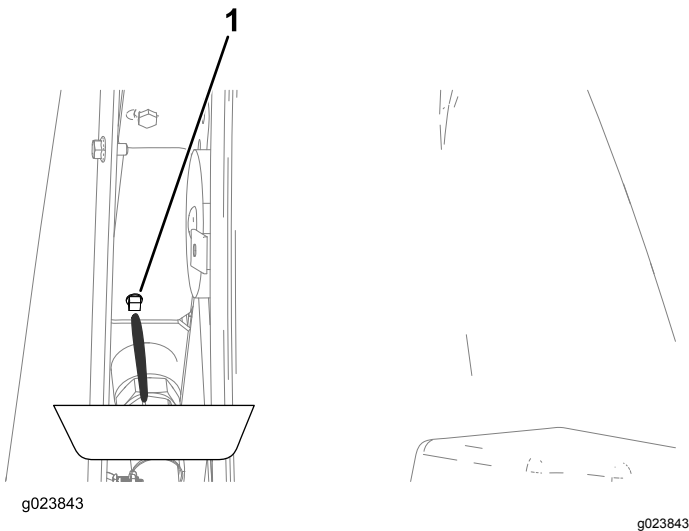

Figura 111
4. Coloque un recipiente debajo del tapón de vaciado (Figura 111).
7. Cierre el tapón de vaciado (Figura 111).
C. Cierre el tapón de vaciado (Figura 111).
- H. Cierre el tapón de vaciado (Figura 111).